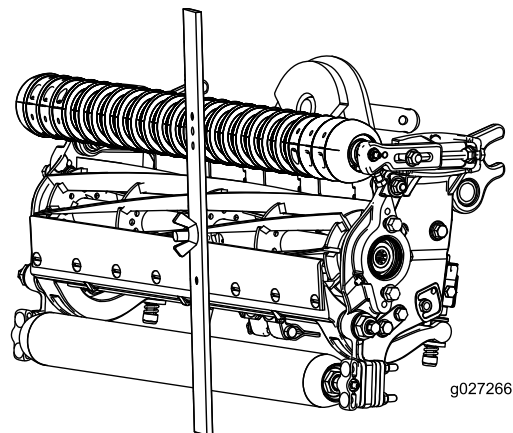

Figure 17
4. Accrochez la tête de la vis sur le bord tranchant de la contre-lame et appuyez l'arrière du gabarit contre le rouleau arrière (Figure 17).
5. Tournez la vis de réglage jusqu'à ce que le rouleau avant touche le gabarit (Figure 17). Réglez les deux